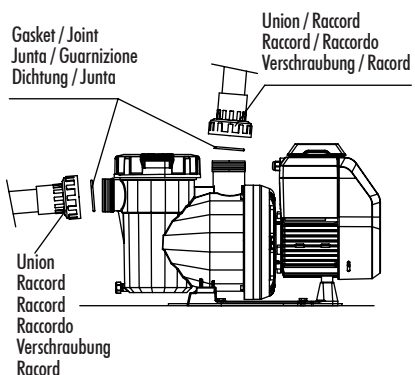

FIG. 3
- Para el correcto funcionamiento de la bomba proceder al cebado del prefiltro de la bomba hasta que el agua aflore por el conducto de aspiración (Fig.3).